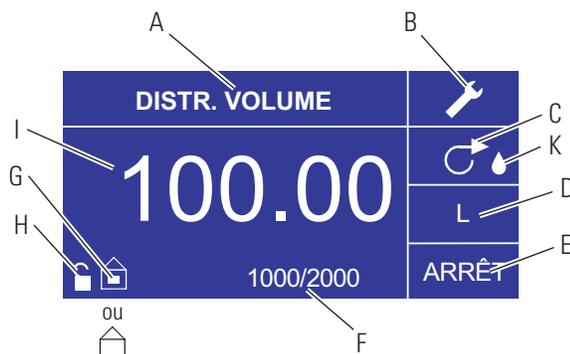

Figure 3-10. Ecran du Mode distribution de volume
6. **Réglage de la Durée d'arrêt de la pompe** : Utiliser le pavé directionnel et la touche ENTRÉE pour sélectionner ARRÊT sur l'affichage (voir position E, Figure 3-10) afin de saisir la DURÉE D'ARRÊT. Utiliser le pavé directionnel et la touche ENTRÉE pour régler le régler la durée d'arrêt de la pompe. Le minuteur au centre de l'écran apparaît en surbrillance, et l'utilisation des flèches VERS LE HAUT/VERS LE BAS permet d'augmenter/de diminuer le chiffre le plus à droite de l'intervalle de temps. Si l'on appuie une seconde fois sur ENTRÉE alors que le minuteur est en surbrillance, on peut naviguer d'un chiffre à l'autre à l'aide des flèches VERS LE HAUT/VERS LE BAS; pour changer de chiffre, utiliser les flèches GAUCHE/DROITE. Après avoir sélectionné un temps d'ARRÊT optimal, appuyer de nouveau sur ENTRÉE pour valider. L'entraînement s'arrêtera maintenant pendant la durée inscrite au centre de l'écran. **REMARQUE** : Si la Durée d'arrêt est réglée sur 00:00:00, il est alors nécessaire d'appuyer sur la **touche** MARCHE/ARRÊT du pavé numérique ou du connecteur E/S à distance pour que l'entraînement commence la distribution suivante.
7. **Réglage de la taille du lot :** Utiliser le pavé directionnel et la touche ENTRÉE pour sélectionner l'icône Compte de lot à partir du menu de fonctionnement (voir position F, Figure 3-10). Sur l'écran Compte de lot, utiliser les flèches VERS LE HAUT/VERS LE BAS pour sélectionner la taille du lot. Appuyer sur ENTRÉE pour valider la taille du lot. Si le réglage indique zéro (0), l'entraînement fonctionne pendant un nombre infini de cycle et le symbole ∞ est affiché. Sélectionner QUIT. pour revenir à l'écran de fonctionnement de l'entraînement.
9. **Réinitialisation du compte de lot :** Utiliser le pavé directionnel et la touche ENTRÉE pour sélectionner l'icône Compte de lot (voir position F, Figure 3-10). Sur l'écran COMPTE DE LOT, sélectionner RÉINITIAL. et appuyer sur la touche ENTRÉE pour réinitialiser le compte de lots. Sélectionner QUIT. pour revenir à l'écran de fonctionnement du MODE REPETER.